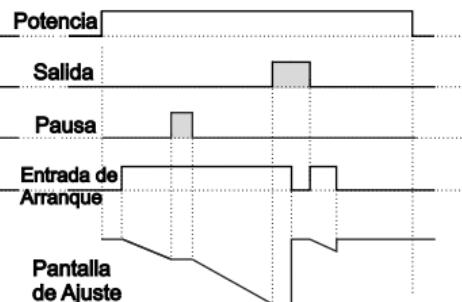

Figura 3.2
3.1.2 Si Conteo Descendente **dEct**=1 y **butF** es **bFF**, el diagrama de control se muestra la figura 3.2.